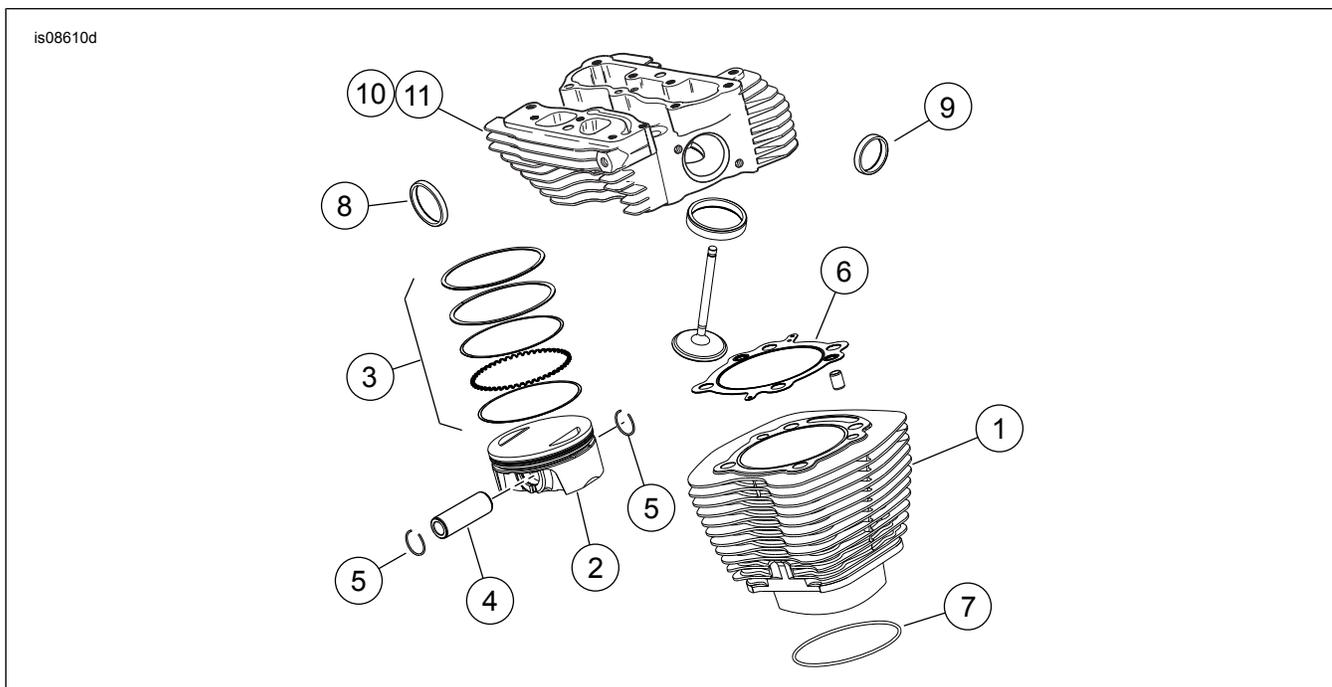
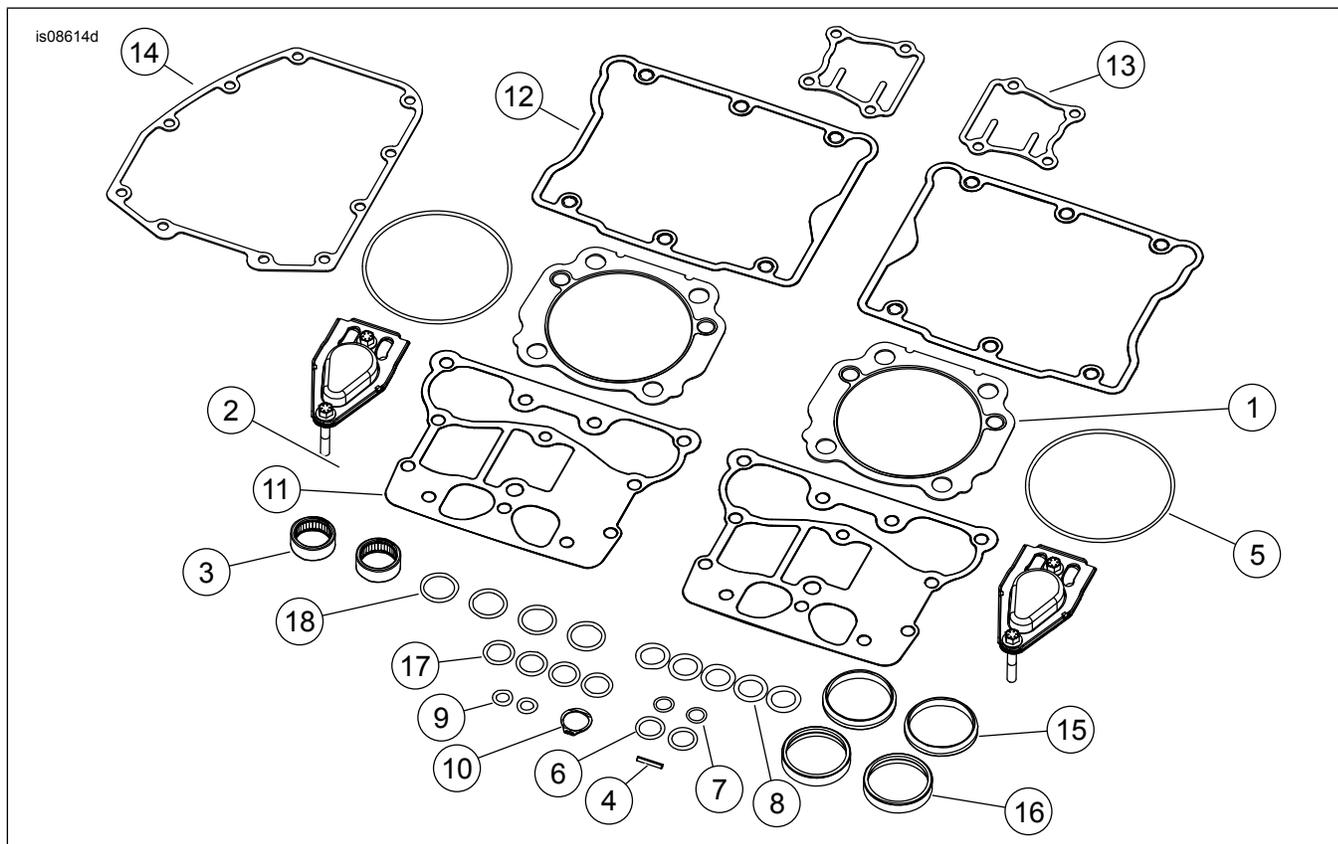

Figure 1. Pièces de rechange : Ensemble de course Screamin' Eagle Twin Cam 110 (1 800 cm³) Stage V
Figure 4. Pièces de rechange : Ensemble de course Screamin' Eagle Twin Cam 110 (1 800 cm³) Stage V
Consultez Figure 1 à Figure 4 et Tableau 1 à Tableau 4 .
1. Consultez Figure 4 . Installez les nouveaux roulements à cames intérieurs inclus avec ce kit.
2. Consultez Figure 1 jusqu'à Figure 4 . Assemblez les plaques cames à cames et la l'extrémité supérieure du moteur à l'aide des pièces fournies dans ce kit. Référez-vous aux sections MOTEUR correspondantes du manuel d'entretien.